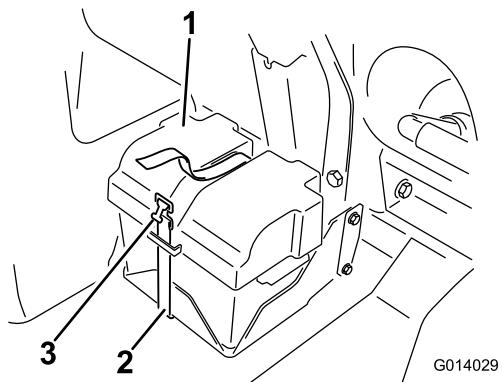

Figura 16
2. Retire a cobertura da bateria (Figura 16) e desligue o cabo negativo da bateria.
10. Utilize a fita que prende a tampa da bateria à caixa da bateria (Figura 16).